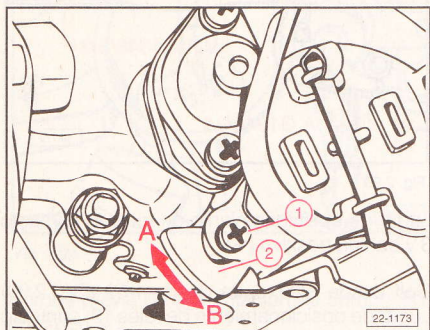

Fig. 2.79
Ajustar la cantidad de inyección soltando el tornillo de sujeción (1) y girando el disco de leva (2) (Fig. 2.79).